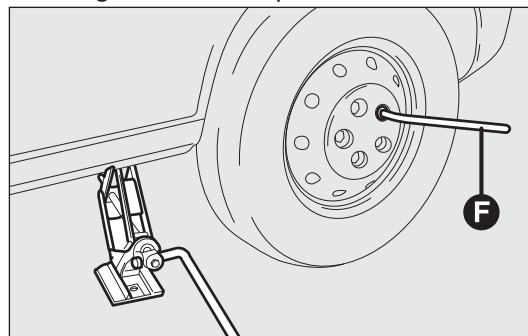

fig. 165
- dévisser complètement avec la clé F-fig. 165 les boulons et extraire la roue;